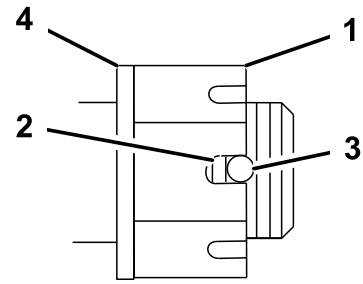

Bild 58
4. Ziehen Sie die geschlitzte Mutter auf 170 Nm an (Bild 58).
5. Überprüfen Sie den Abstand vom unteren Schlitzende in der Mutter zur Innenkante der Öffnung. Es sollten maximal zwei Gewinde sichtbar sein (Bild 58).
7. Ziehen Sie die geschlitzte Mutter auf 170 Nm an (Bild 58).
8. Ziehen Sie die Mutter an, bis die nächste Schlitzreihe auf einer Linie mit der Öffnung im Schaft liegt (Bild 58).